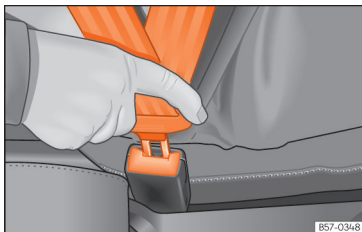

Abb. 23 Schlosszunge des Sicherheitsgurts in das Gurtschloss einstecken.
- Schlosszunge fest in das zum Sitzplatz gehörende Gurtschloss stecken »» [Abb. 23].